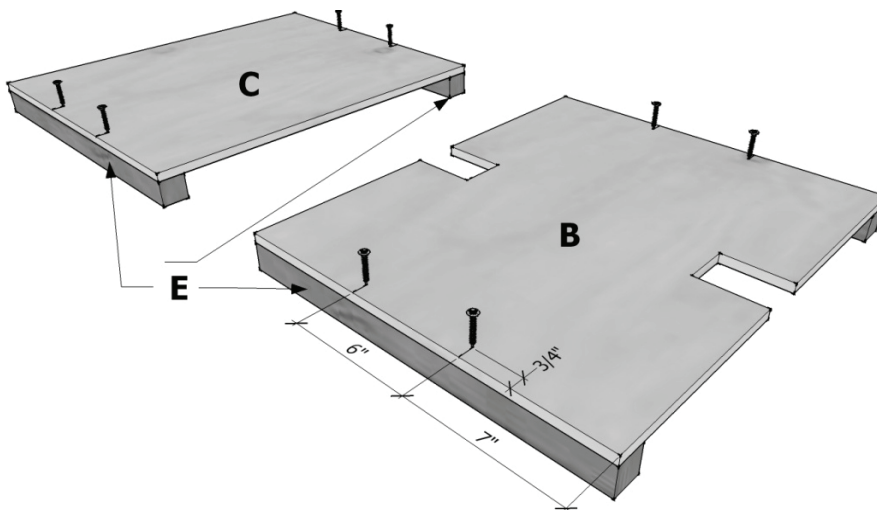

Fig. 3 – Fastening diagram for ends (Parts B and C). Place 2x2s flush to edge as shown. Place screws 3/4" from edge to center on 2x2s and space evenly as shown.
- b. **Sides:** **Using 8) 1 5/8" screws, fasten** four remaining 20" long 2x2s (E) onto the 20" sides of 20"x24" panels (B and C), flush with edge. (fig. 3)
- b. **Côtés:** **Utilisez 8 vis de 1 5/8"**, fixez les quatre longueurs restantes « 2x2s » de longueurs 20" (Partie E), aux extrémités des panneaux de dimension 20"x24" (Partie B et C), au ras des bords de longueur 20". (Fig. 3)
Fig. 3 - Schéma de fixation aux extrémités (Parties B et C). Placez les parties « 2x2s » au ras des bords, comme illustré. Placez les vis à ¾" du bord et les espacez uniformément comme indiqué.